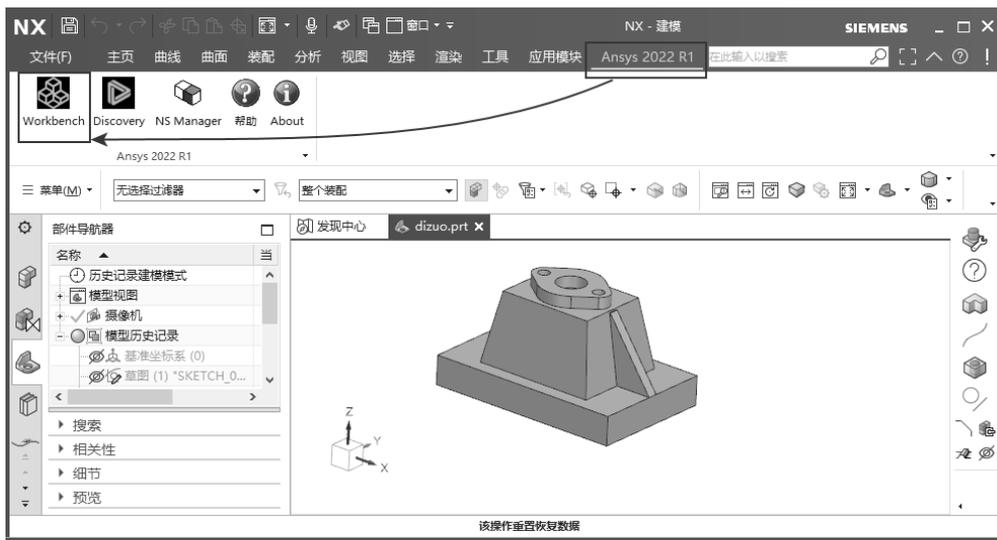

图 1-4 从 UG NX 中启动 Workbench
(2) 从其支持的 CAD 系统中启动，这些 CAD 系统包括 AutoCAD、Autodesk Inventor、Creo Elements/Direct Modeling、Creo Parametric (之前的名称为 Pro/ENGINEER)、UG NX、Parasolid、Solid Edge、SolidWORKS、SpaceClaim 和 Catia 等。图 1-4 为从 UG NX 中启动 Workbench。